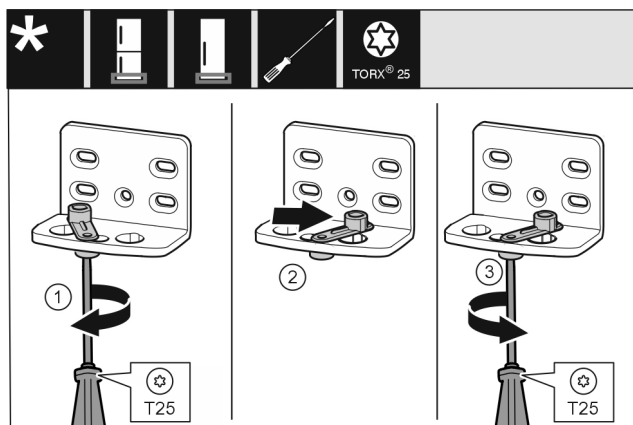

Fig. 16
- ▶ Desfaceți șurubul Fig. 16 (1) cu șurubelnița.
- ▶ Ridicați dispozitivul auxiliar de închidere a ușii Fig. 16 (2) și rotiți-l cu 90° spre dreapta în orificiu.
- ▶ Înșurubați ferm șurubul Fig. 16 (3) cu șurubelnița.